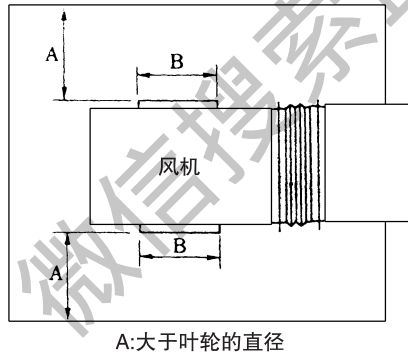

图 1.12 双向吸风通风机
(8)装入双向吸风通风机的空间的大小，应如图 1.12 所示，壁面和吸入口的距离应大于风机叶轮的直径。